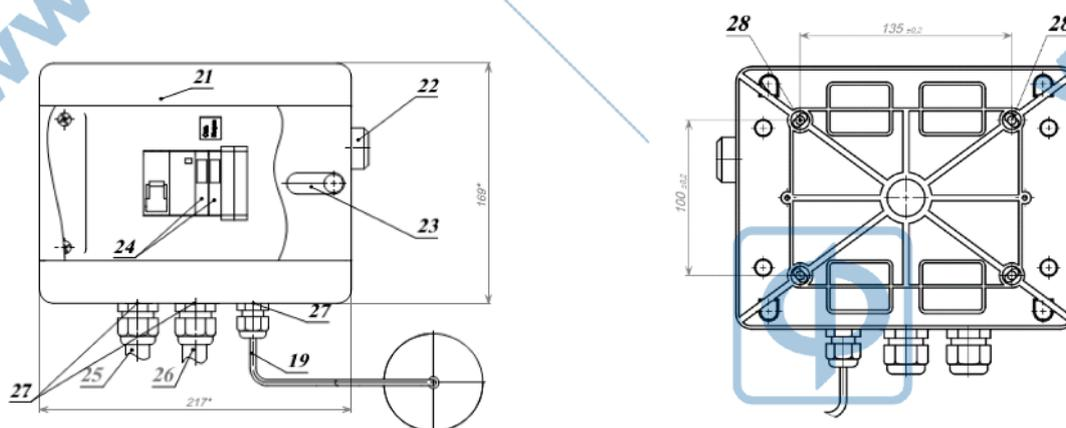
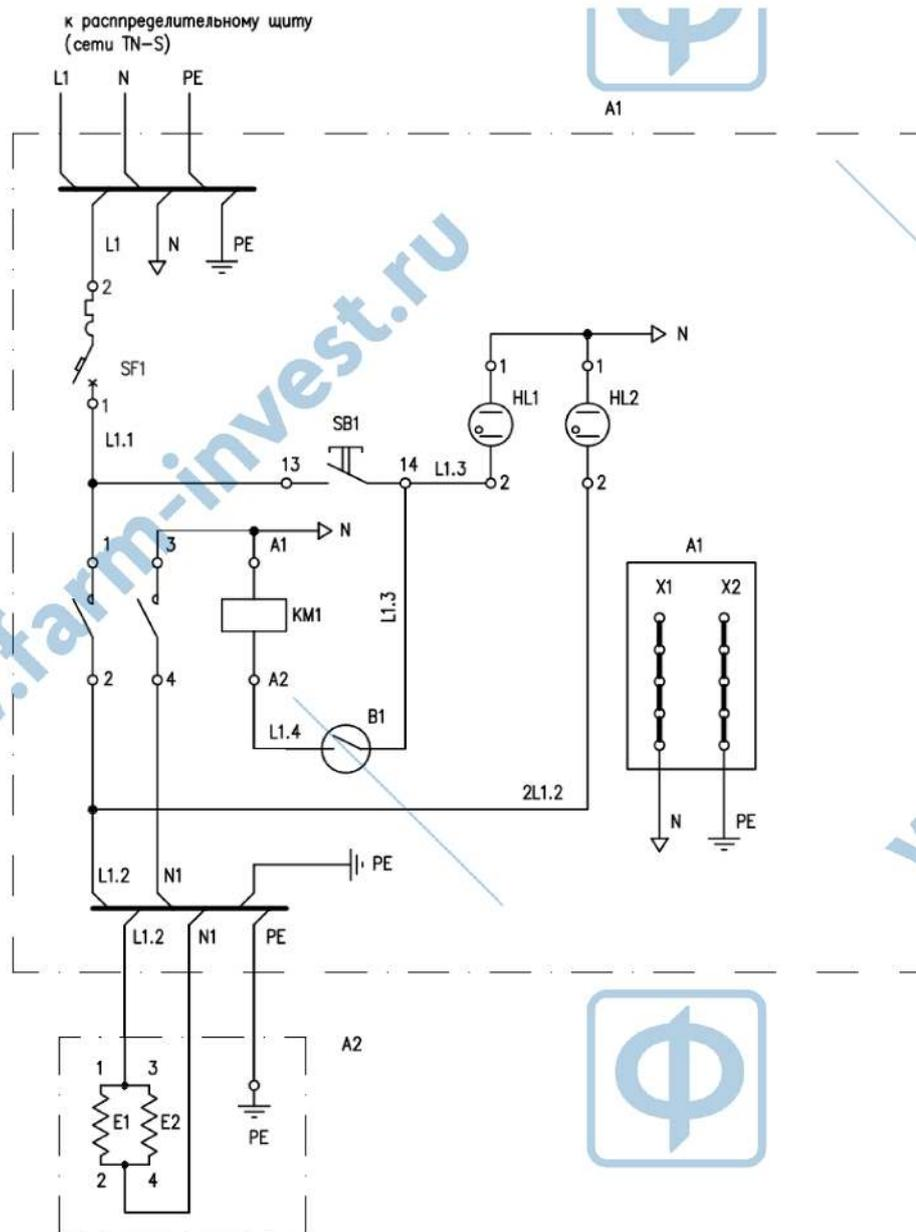

Рисунок 1. Аквадистилляторы электрические ДЭ–М
Рисунок 2.3. Схема электрическая принципиальная, аквадистиллятор ДЭ-4М.
4.1. Принцип действия аквадистиллятора основан на конденсации отсепарированного пара. Основными частями изделия являются: испаритель 9 с сепараторами 10, конденсатор 8, электронагреватели 11, уравниватель 17, датчик 7 с выключателем бесконтактным 6, основание 15 и электрощит 21 (рис.1).
- включение аппарата без установленного датчика 7 (см. рис.1)
6.12.1. ДЭ-25М: подключите электроцит 21 к сети 380В переменного тока, через автоматический выключатель, с помощью сетевого кабеля 25 (фазные проводники L1 L2 L3) (см. рис.1), желто-зеленая жила подключается к заземляющему проводнику (PE), а голубая нулевая жила подключается к нулевому рабочему проводнику (N).
6.12.2. ДЭ-10М: подключите электрощит 21 к сети 380В переменного тока, через автоматический выключатель, с помощью сетевого кабеля 25 (фазные проводники L1 L3) (см. рис.1), желто-зеленая жила подключается к заземляющему проводнику (PE), а голубая нулевая жила подключается к нулевому рабочему проводнику (N).
6.12.3. ДЭ-4М: подключите электрощит 21 к сети 220 В переменного тока, через автоматический выключатель, с помощью сетевого кабеля 25 (см. рис.1) Жила А - подключается к нулевому проводу, жила В - подключается к фазному проводу (определяется прозвонкой или по цвету жил), желто-зеленая жила подключается к земле (см. рис.2.3).
10М: подсоедините фазные жилы подводящего провода 26 от электрощита к зажимам 2, 4, нулевую жилу (голубого цвета) к зажиму перемычки 1-3, а земляную жилу (желто/зеленого цвета) к зажиму «земля» (рис.1; 2.2 и таблицы 3.2.).
6.14. Снимите с датчика 7, подключенного к электрощиту, крышку и проверьте ход поплавка на выключателе бесконтактном 6. Установите крышку на датчик 7. Установите датчик 7 на аквадистиллятор. (см. рис.1).